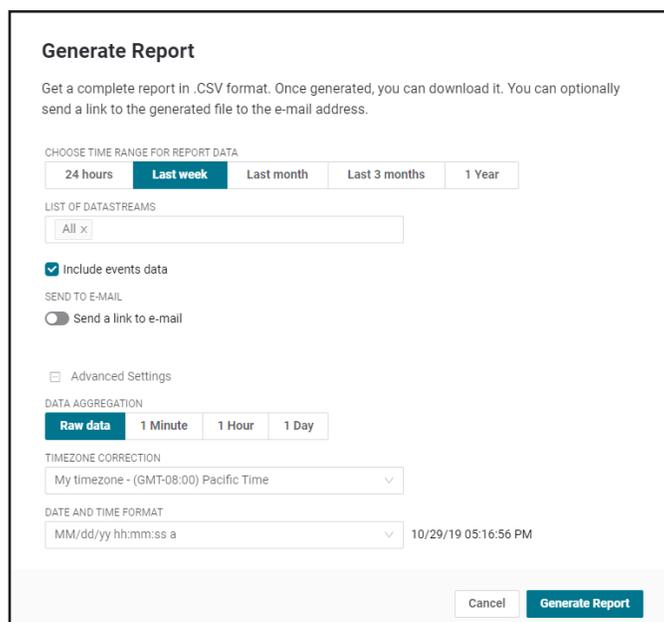

Figure 69. Générer rapport et options
5. Lorsque la fenêtre "Générer rapport" s'affiche, sélectionnez l'intervalle de temps et les séries de données à inclure dans le rapport (toutes par défaut), indiquez si vous souhaitez sauvegarder les données dans un fichier distinct ou si vous souhaitez ces données via un lien envoyé par courriel, voir **Figure 69**.